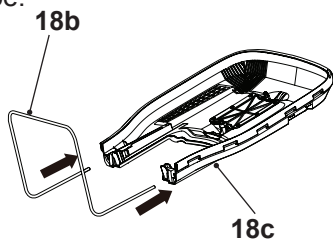

Fig. 5
- > Faites glisser les extrémités du cadre de support (18b) dans les rainures du couvercle du bac de récupération de l'herbe (18c) (Fig. 5).